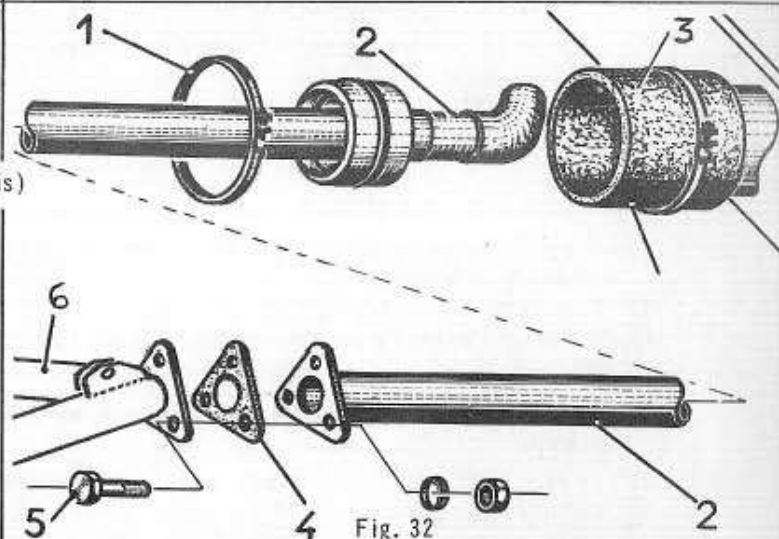

Fig. 32
- Dépose - (Fig. 32)
- 2) Déposer le collier de serrage (1) fixant la bague raccord (3) sur le tube central (2). (tournevis)
- 3) Déposer les trois boulons (5) fixant le tube central (2) sur la tubulure d'échappement (6). (plate et à pipe de 14)
- 4) Dégager le tube central d'échappement et le joint (4).
- 5) Engager le tube central (2) dans la bague raccord (3) et le pot d'échappement, en le présentant de biais.
- 6) Placer le joint (4) et poser les trois boulons (5) fixant le tube central sur la tubulure d'échappement, bloquer. (plate et à pipe de 14)
- Dépose - (Fig. 32 bis)
- 3) Déposer les six boulons (6) fixant le tube central (2) sur les deux tubulures d'échappement (5), puis déposer le boulon (8). Le bloc élastique arrière reste sur la traverse. Retirer les deux joints (4).
- 4) Dégager le tube central en l'abaissant et en le tirant vers l'avant de la voiture. Déposer les deux vis (7) et les rondelles JZC pour séparer l'ensemble du support arrière.
- 5) Poser les deux vis (7) de l'ensemble du support arrière, sans bloquer. Positionner le tube central, d'abord sur le pot d'échappement, puis sur les brides triangulaires.
- 6) Glisser les joints (4) entre les brides, poser les six boulons (6), puis les boulons (8) sur le bloc élastique arrière. Bloquer dans l'ordre, les boulons (6) et (8), puis les deux vis (7).
- 7) Vérifier la position de la bague raccord (3), poser le collier de serrage et bloquer.
Fig. 32 bis